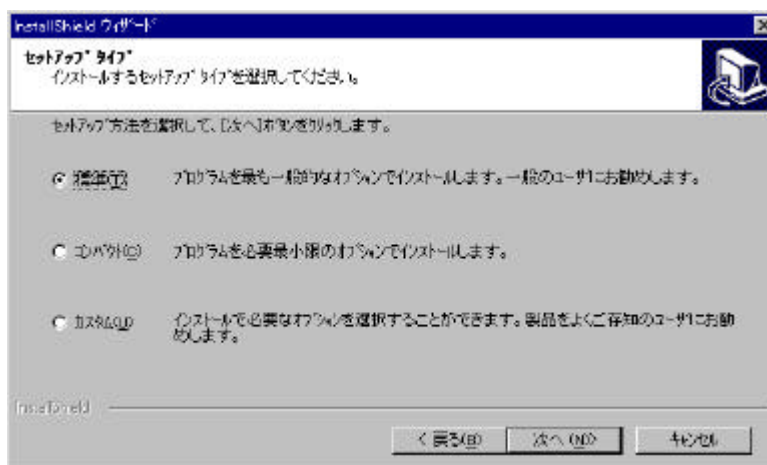

図 6 セットアップ方法の選択画面
(7) セットアップ方法を選択し、次へボタンをクリックします。(図6参照)